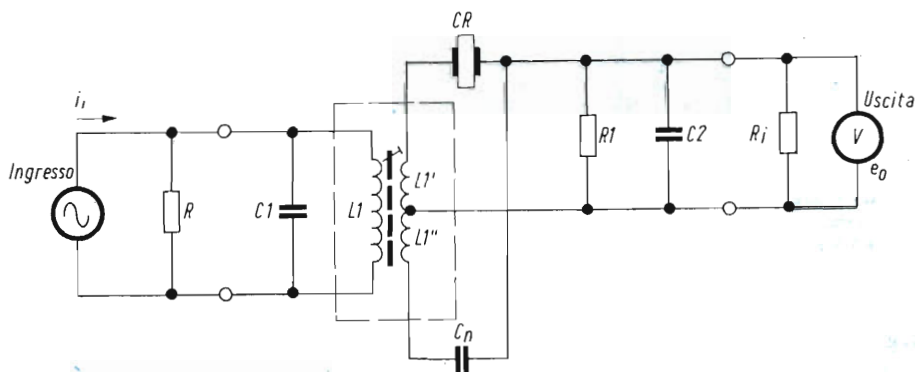

Fig. 8 - Schema elettrico di un filtro passa-banda ibrido di secondo ordine.
**Fig. 9 -** Curva di risposta in frequenza del filtro passa-banda di secondo ordine (misurata sul circuito della fig. 8); scala orizzontale = 10 kHz/divisione; scala verticale = 10 dB/divisione; frequenza centrale = 452 kHz.
Risonatore ceramico = come quello della fig. 8 ( $f_r = 452$  kHz).
Nella fig. 8 è riportato un circuito pratico. Il dimensionamento è basato sui livelli di impedenza dei transistori BF 195 e BF 194 funzionanti come mixer e come amplificatore rispettivamente.